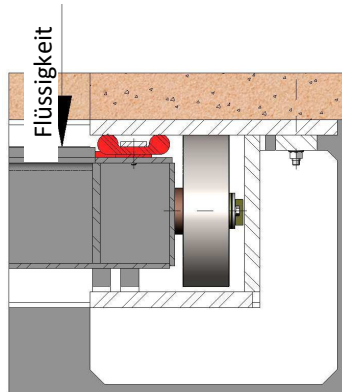

Abb. 7
- EINSEITIG UNVORTEILHAFT: (Abb. 7 und Abb. 8)